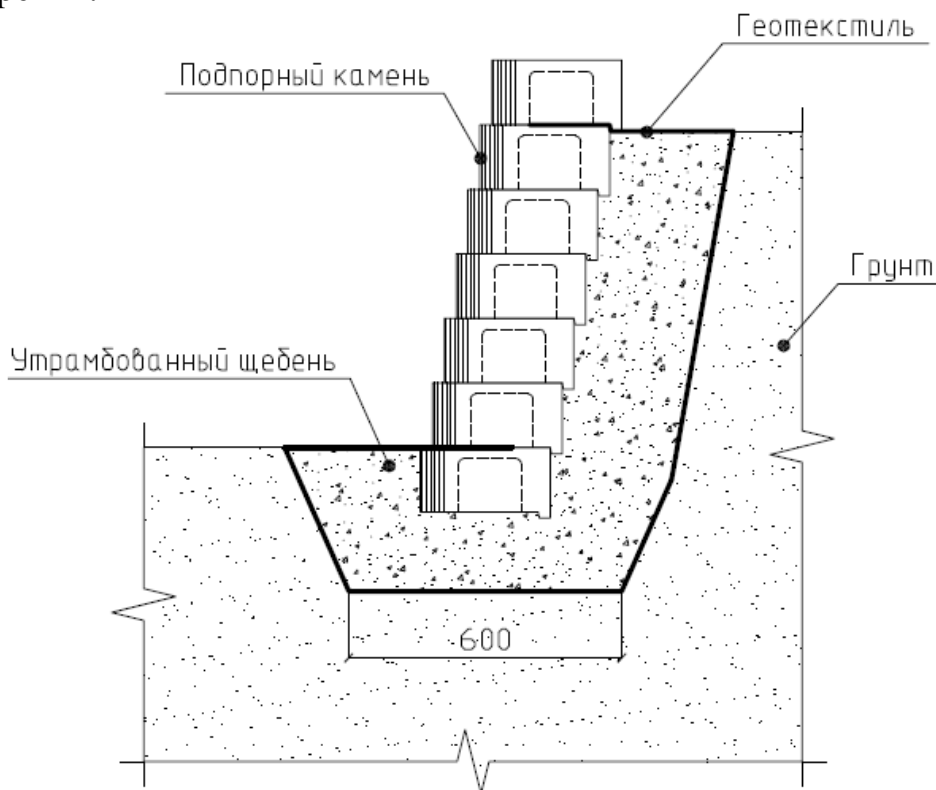

Рис.3.3. Схема укладки геотекстиля.
3.5 На дно траншеи укладывается геотекстиль с выпусками по краям. Выпуски рассчитываются с учетом количества материала, расходуемого на закрытие слоя щебня слева и справа с заведением концов отрезка между камнями так, как показано на Рис.3.3. Геотекстиль обеспечивает не только необходимые фильтрационные свойства, но и защищает гравийный слой и дренажную трубу от засорения.